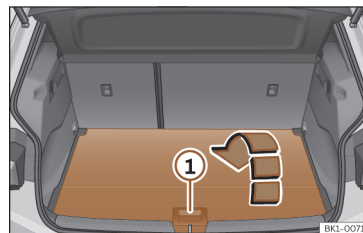

Abb. 164 Im Gepäckraum: Zweiten Gepäckraumboden öffnen.
- Zum Öffnen den Haltegriff >>> (Abb. 164) ① greifen und den hinteren Teil des Gepäckraumbodens in Pfeilrichtung nach vorne klappen.
- Zum Schließen den Gepäckraumboden abklappen und vorsichtig ablegen >>> ①.